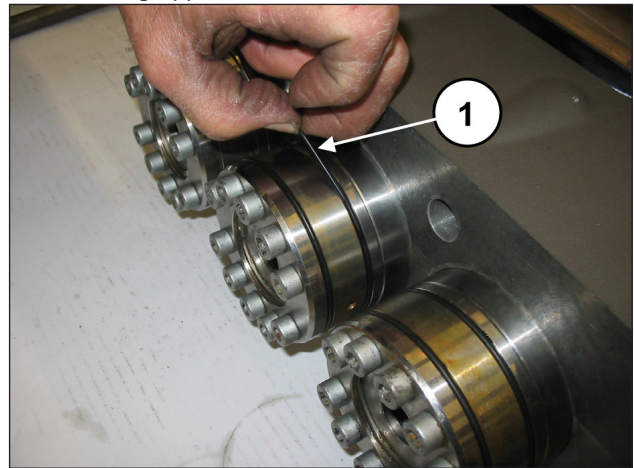
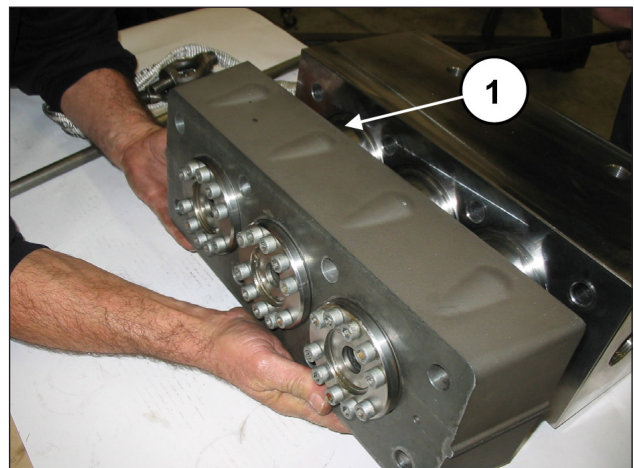

Abb. 110
Abb. 111
Entfernen Sie die O-Ringe von den Dichtungshaltern (Pos. ①, Abb. 110) und ziehen Sie das Distanzstück der Buchsen von den Buchsengruppen ab (Pos. ①, Abb. 111).